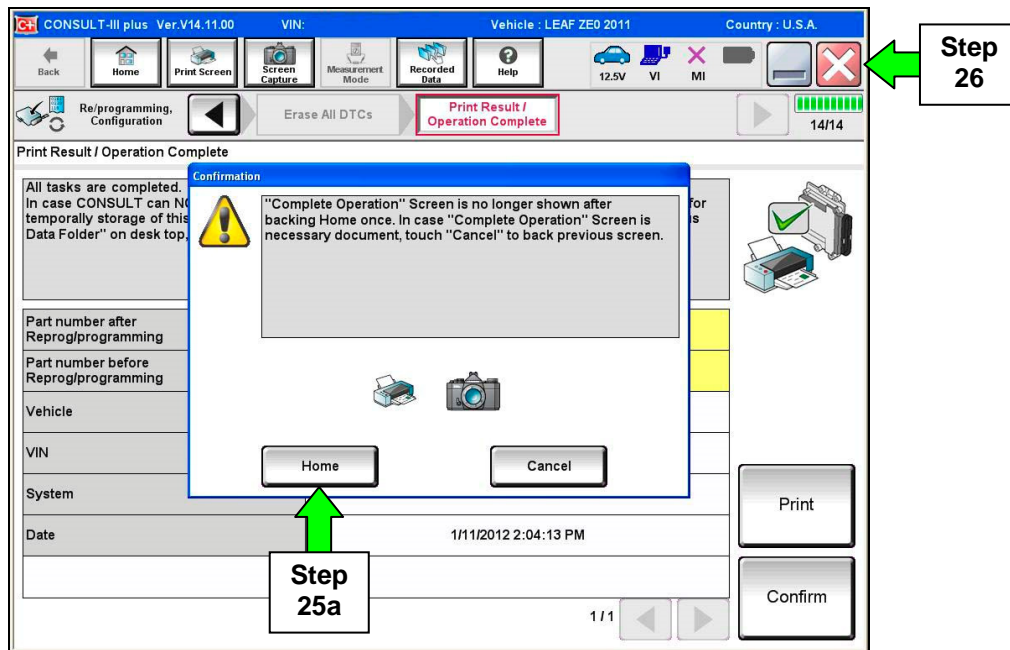

Figure 23
26. Close C-III plus (Figure 23).